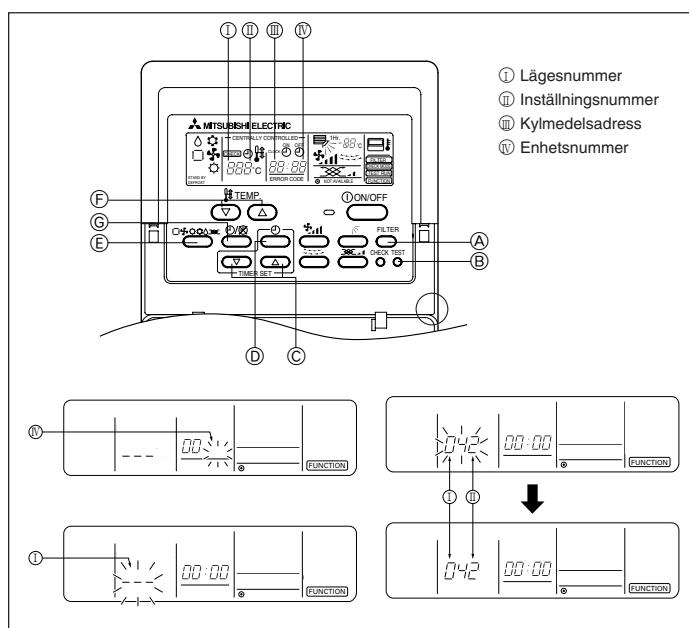

Fig. 6-5
6.3.1. För ledningsdragen fjärrkontroll (Fig. 6-5)